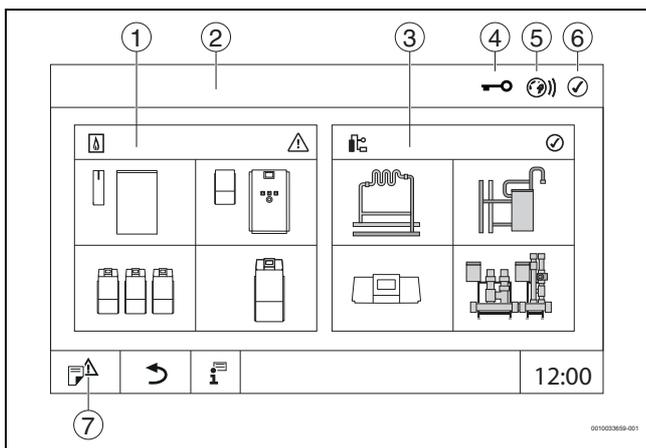

Рис. 10 Обзор системы (пример)
- Коснитесь **установка** (→ рис. 10, [3], стр. 13). Откроется обзор системы с подключенными функциями и системами управления (подчиненная система управления (подсистема)).